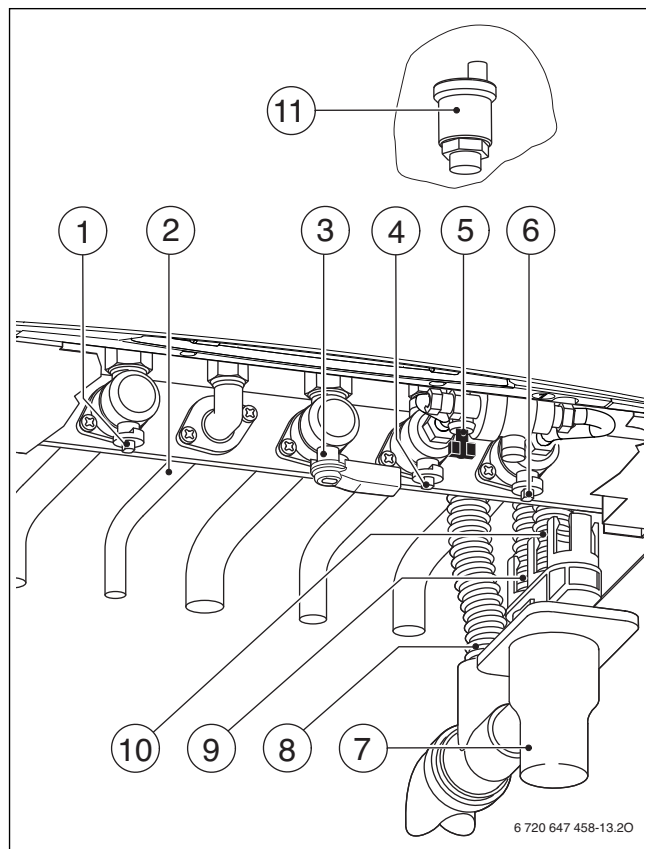

Fig. 20 Ligações
- ▶ Abrir a válvula de alimentação do aquecimento e a válvula de retorno do aquecimento (→ fig. 20, [1] e [6]).
- ▶ Abrir a válvula de água fria (→ fig. 20, [4]).
- ▶ Abrir o purgador automático (deixar aberto) (→ fig. 20, [11]).
- ▶ Abrir a válvula de gás (→ fig. 20, [3]).